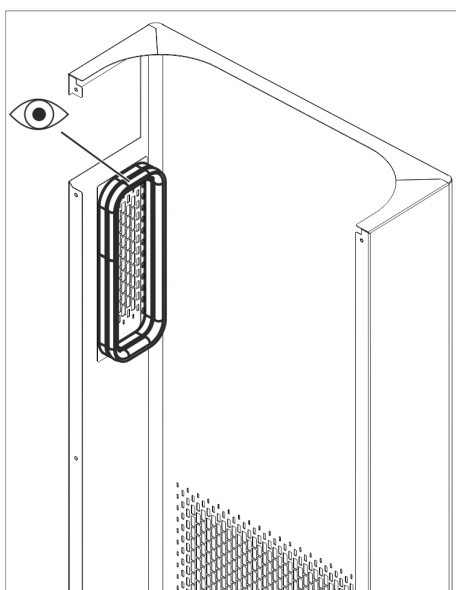

Fig. 80: Vérifier le joint de la tubulure d'air
- Contrôler si le joint de la tubulure d'air est endommagé (voir Fig. 80). En cas d'endommagement, ne pas mettre l'appareil en service et contacter le S.A.V. LAUDA.